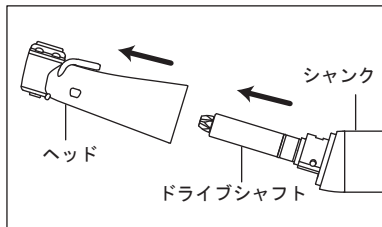

図7
- 4) ヘッドをシャंकから引き抜きます。(図7)
- 5) ドライブシャフトをシャंकから引き抜きます。(図7)